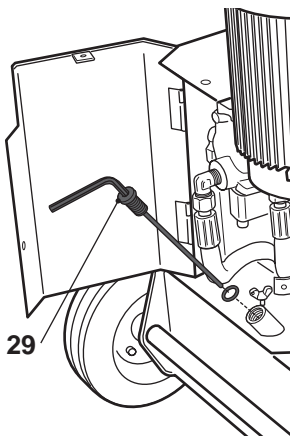

Fig. 13a
- > Dévissez la vis du réservoir d'huile [29], puis sortez la jauge. Faites attention au joint (Fig. 13a).